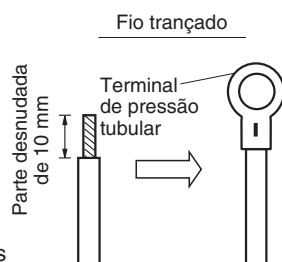
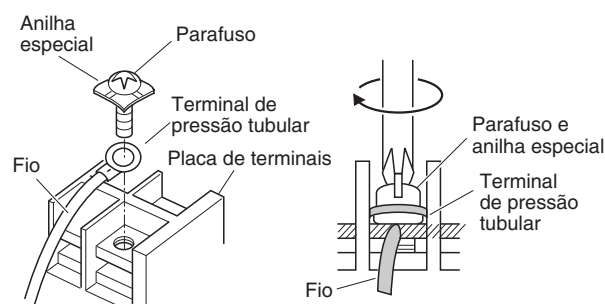

Fig. 4-7
Fig. 4-8
- (1) Corte a extremidade do fio com alicates, desnude o isolamento para expor o fio trançado aproximadamente 10 mm e, em seguida, torça bem as extremidades do fio. (Fig. 4-7)
- (2) Utilizando uma chave de fendas Phillips, retire o(s) parafuso(s) dos terminais na placa de terminais.
- (3) Utilizando um prendedor de conectores tubular ou alicates, prenda firmemente cada extremidade desnuda com um terminal de pressão tubular.
- (4) Coloque o terminal de pressão tubular, e recoloque e aperte o parafuso de terminal retirado utilizando uma chave de fendas. (Fig. 4-8)